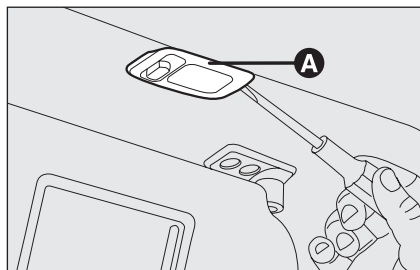

fig. 34
PLAFONIERA DI CORTESIA fig. 34
- estrarre la plafoniera **A**-fig. 34 facendo leva nel punto indicato dalla freccia.